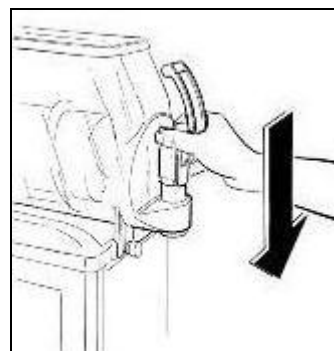

Fig. 26
- Rimontare il rubinetto (fig.26) avendo cura di cospargere con grasso di vaselina le guarnizioni per agevolare lo scorrimento dello stesso nella propria sede fino al completo inserimento.